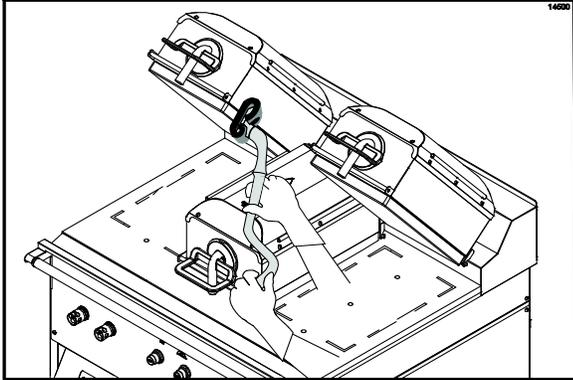

Figura 61
30. Talle los bordes interiores de las placas derecha e izquierda. (Vea la figura 61.)